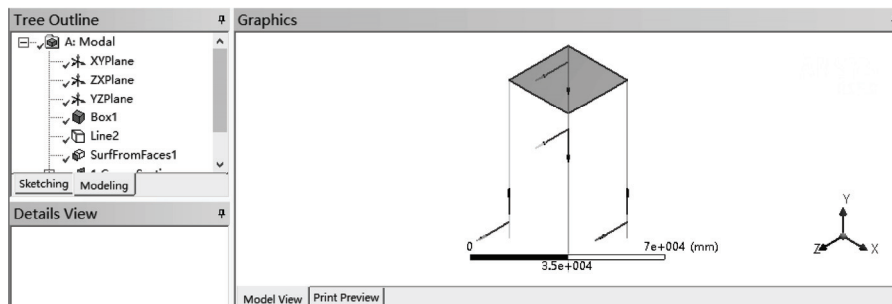

图 13-2 DM 模型
3) 双击项目 A 中的 A2 栏 Geometry, 此时会进入到 DM 界面, 如图 13-2 所示, 此时如果设计树中显示 ⚡, 表示需要生成模型, 此时进行步骤 4), 否则可直接进入步骤 5)。